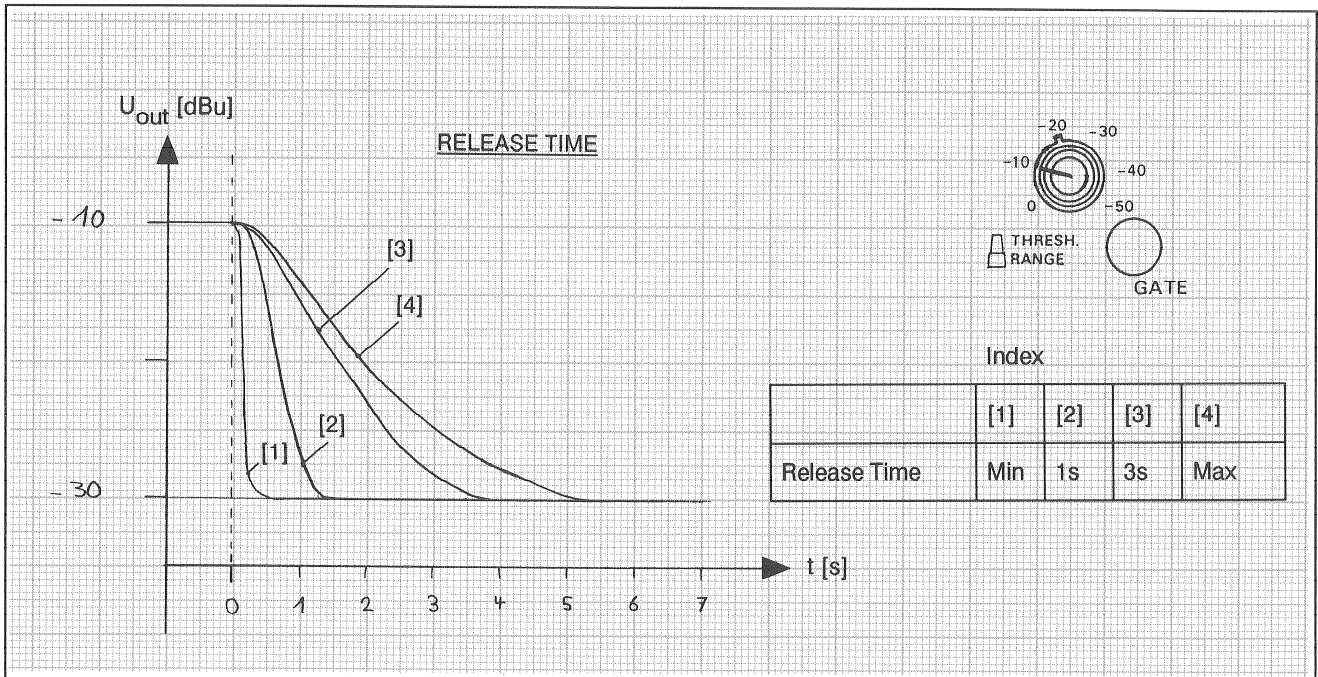

Fig. 1: Vier unterschiedliche Einstellungen der Ansprechzeit bei einem Schwellenwert von -10dBu und einer Verstärkungsreduktion (Range) von -20dBu.
**RELEASE:** Intervall vom Zeitpunkt des Unterschreitens der Noise-gate Einsatzschwelle bis zum Erreichen der vollen Noise-gate Funktion. Es ist zwischen 0,2 und 5 Sekunden einstellbar. (vgl. Fig. 1)